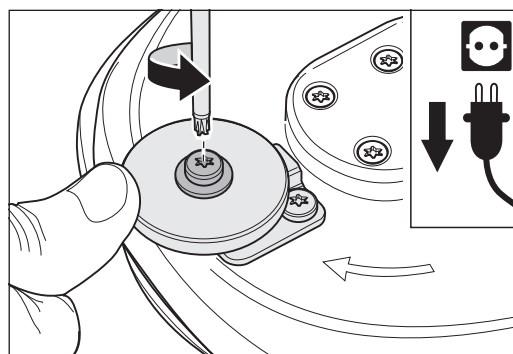

Fig. 51 Desenroscar el tornillo situado en medio del rodillo protector de la pared ...
- 2 Desenrosque el tornillo del medio del rodillo protector de la pared con ayuda de la llave múltiple (Fig. 51).